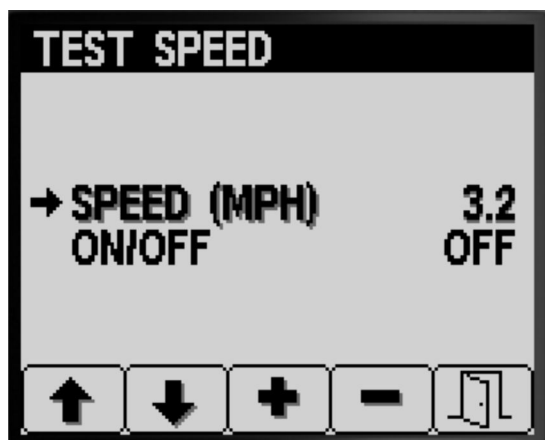

图 71
3. 按 1 号或 2 号按钮可导航至 SPEED 速度选项图 71。
4. 按 3 号或 4 号按钮可升高或降低模拟速度图 71。